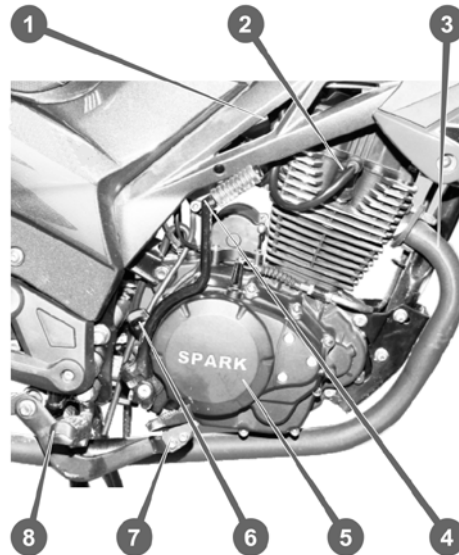

Рисунок 3.5. Силовий агрегат, вид справа
- Паливний кран (див. рис. 3.5.) відкритий.
2. Увімкнути першу передачу, натиснувши ногою на важіль перемикання передач (див. рис. 3.5.).